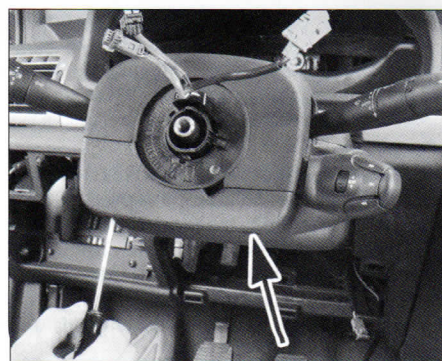

FIG. 3
- los tornillos de fijación de las carcasas de la columna (fig. 3) y separarlas desencajandolas del fuelle del salpicadero.
- los tornillos de fijación de las carcasas de la columna (fig. 3) y separarlas del fuelle del salpicadero.